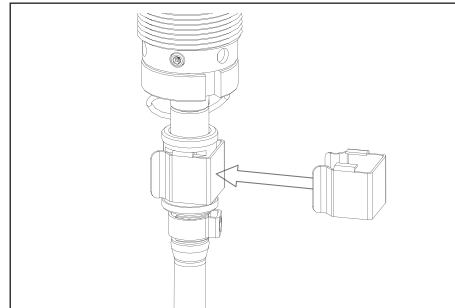

Fig. 8.3 Aanbrengen borgclip
7. Borg de koppeling met de bij de boiler meegeleverde metalen borgclip (zie fig. 8.3). **LET OP**, de clip moet netjes om het koppelingshuis klikken. Controleer of de verbinding goed is gemaakt door zachtjes aan de slang te trekken.